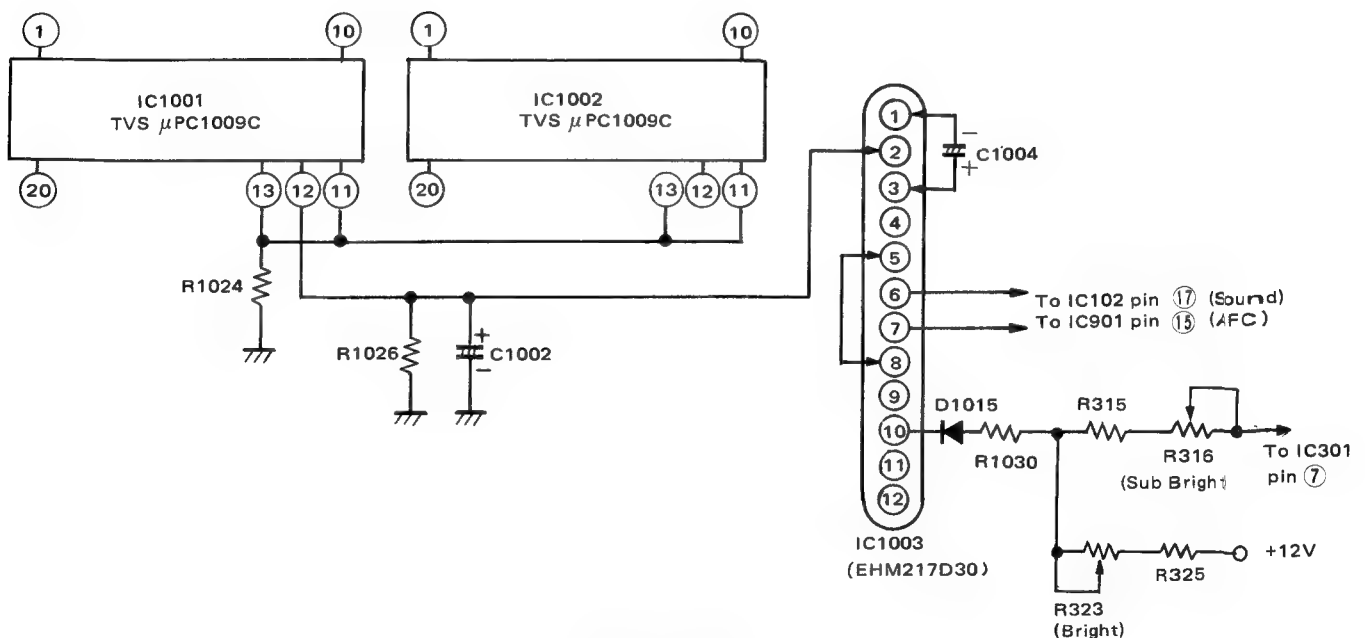

Fig. 44 Abb. 44
3) Defeat circuit (See Fig. 44)
3) Der Annulierkreis (s. Abb. 44)